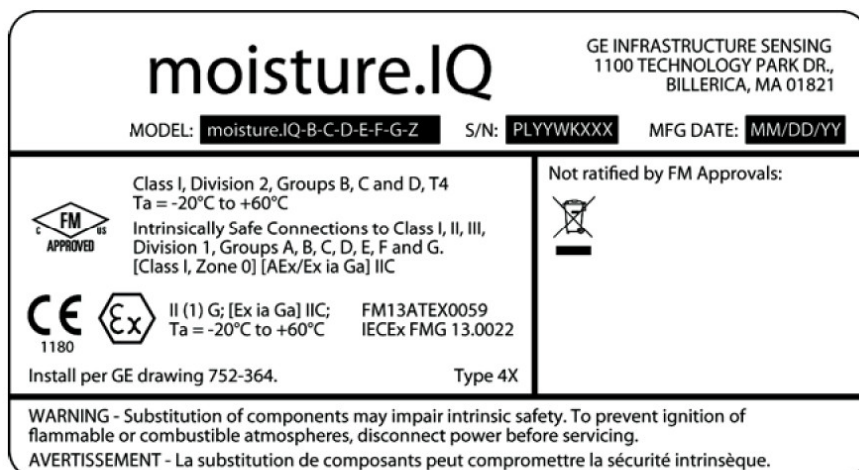
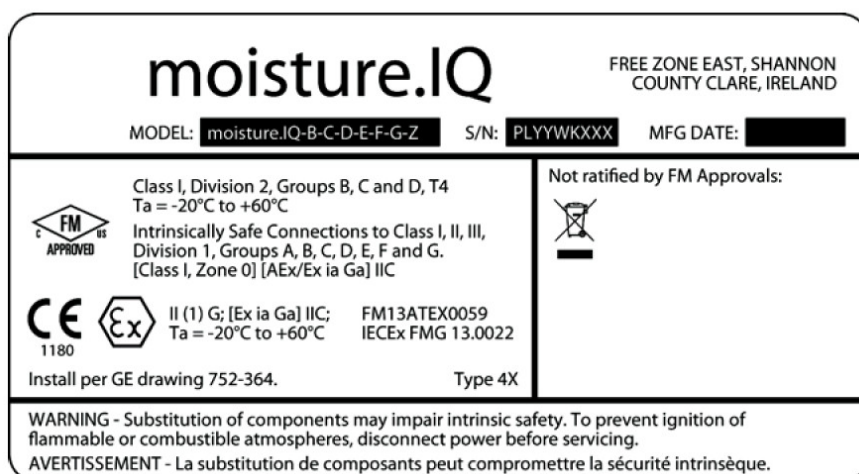

図18 : Boston, MA, USA (米国マサチューセッツ州ボストン) 製ガラスファイバ製耐候型製品ラベル
図19 : Shannon, Ireland (アイルランド共和国シャノン) 製ガラスファイバ製耐候型製品ラベル
- グラスファイバ製耐候型については9ページの図18 および図19